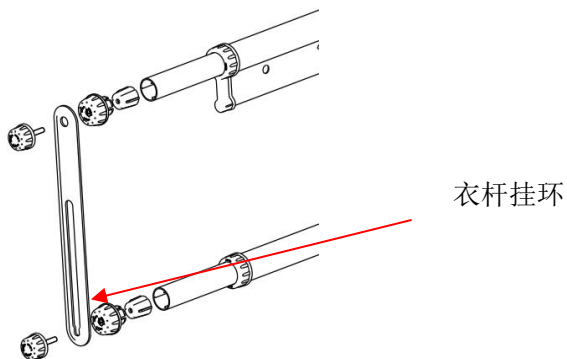

图 7
- b. 安装被杆：将衣杆组件和被杆组件中伸缩杆封口各自取下，再将衣杆挂环套上，然后锁紧螺丝。安装完成如图 7 所示。